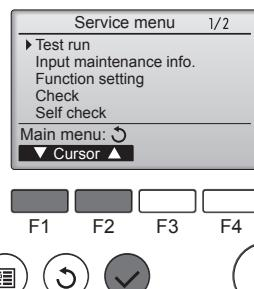

Fig. 8-1
- Selecteer "Test run" (Proefdraaien) in het Service-menu en druk op de toets [SELECTEREN]. (Fig. 8-1)